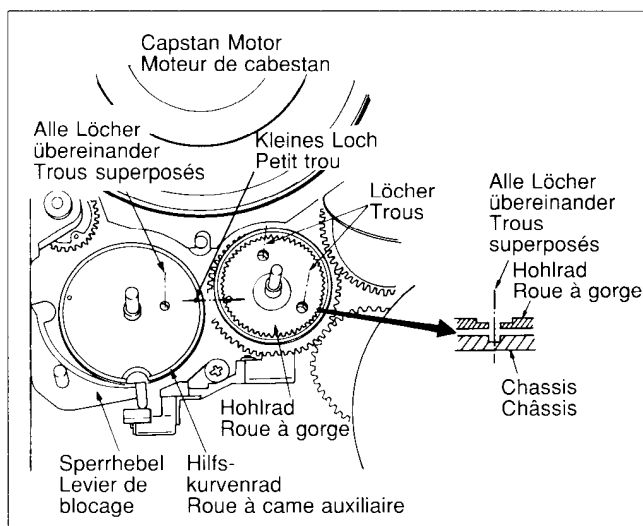

Fig. 62
1. Das Hohlrad so einsetzen, daß die Löcher dieses Rades genau mit den Löchern im Chassis fluchten, siehe Fig. 62.
1. Positionner la roue à gorge de sorte que les trous de celle-ci coïncident précisément avec ceux du châssis (voir fig. 62).